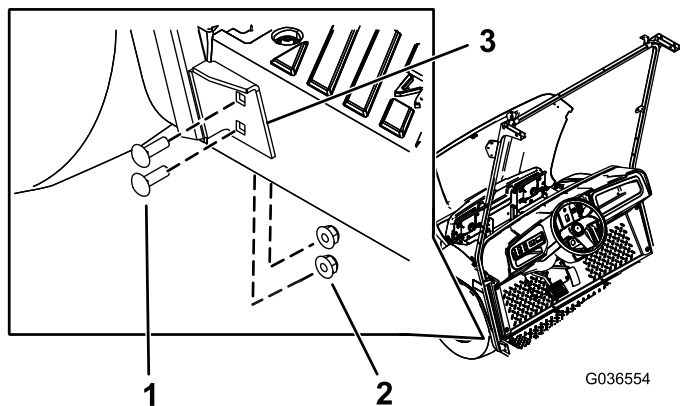

Figura 32
4. Fissate la staffa inferiore dei supporti destro e sinistro del parabrezza alla macchina utilizzando 4 bulloni a testa tonda (5/16" x 1") e 4 dadi flangiati (5/16"), nei fori praticati nel passaggio 1 (Figura 32).